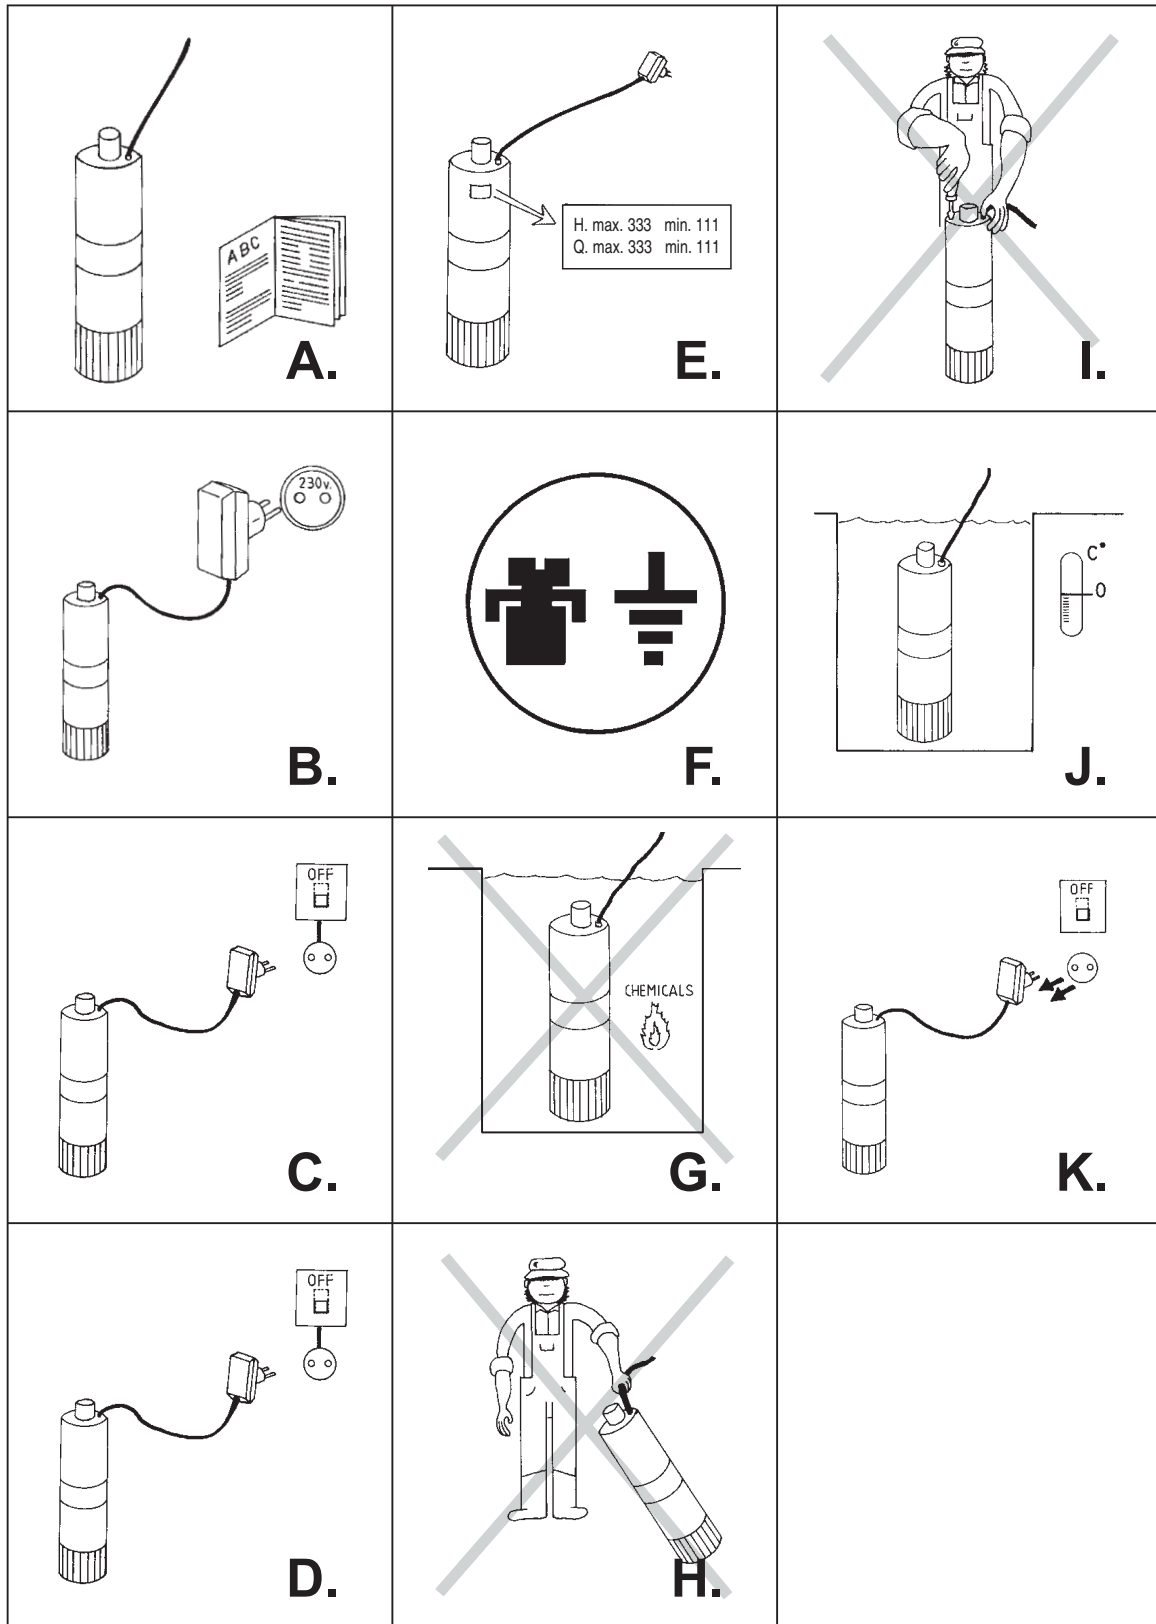

рис. 9
1. Инструкция безопасности и предотвращение нанесения ущерба персоналу и оборудованию (рис.9)